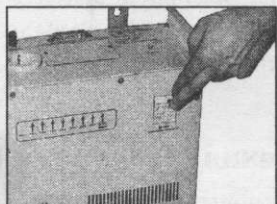

Рис. 23
3. Включите автоматический выключатель. Рычаг выключателя перевести в верхнее положение (рис.23 и 23.1).